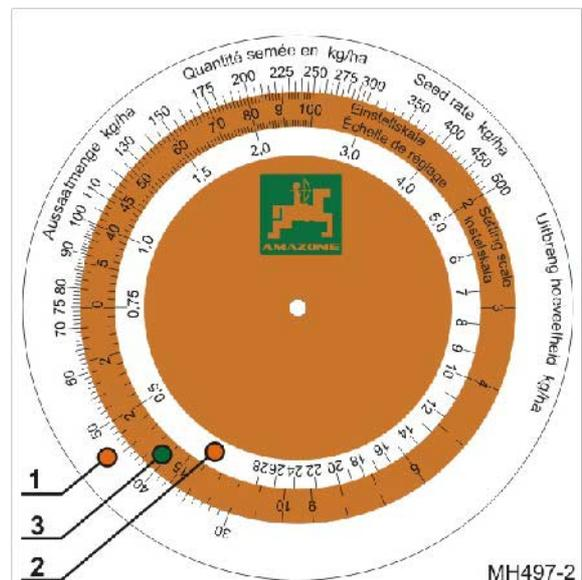

Fig. 41
- una escala blanca exterior (Fig. 41/1) para todas las dosis de siembra superiores a 30 kg/ha
- una escala blanca interior (Fig. 41/2) para todas las dosis de siembra inferiores a 30 kg/ha
- una escala de color (Fig. 41/3) con todas las posiciones de engranaje de 1 a 100.